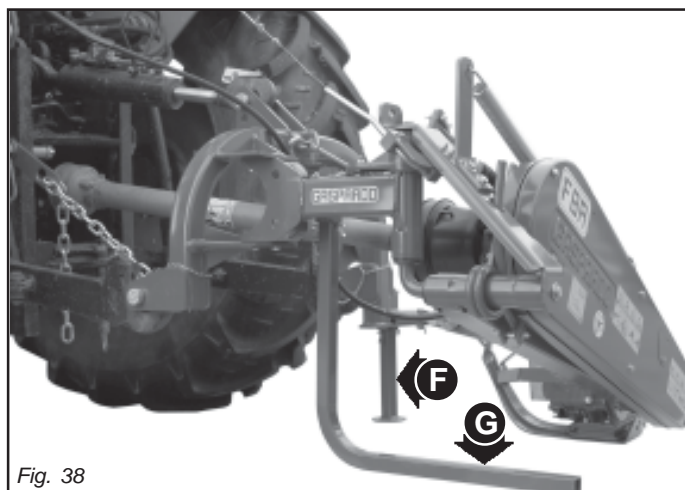

Fig. 38
- **Après quoi, entreposez-le de manière stable dans un local sec, hors de la portée des personnes non autorisées. La faucheuse doit être montée sur un terrain plat et compact, installée sur chandelles (F-G, Fig. 38).**